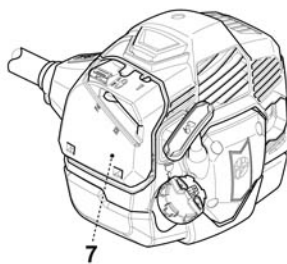

Fig. 12
- > Se o motor estiver frio, pressione a bomba de combustível [7] ao realizar o arranque (fig. 12).